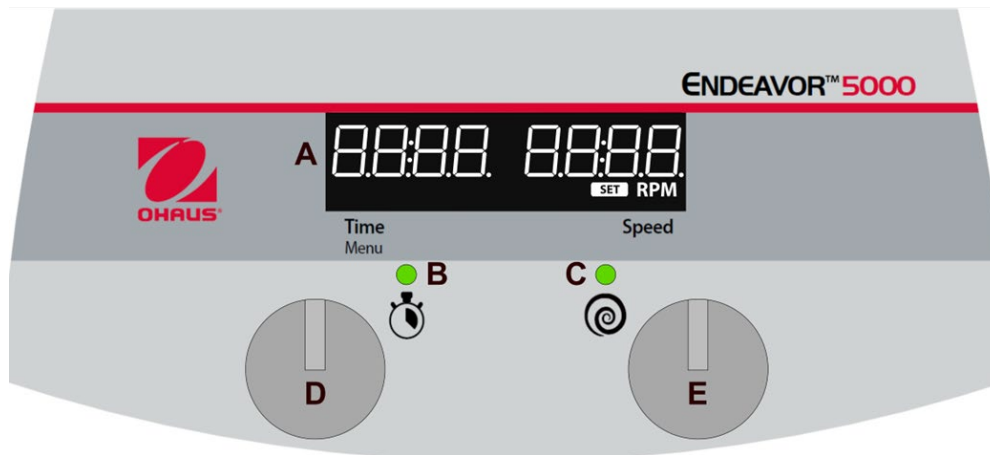

Figure 1 : Panneau de commande numérique Endeavor 5000
2. Lorsque la minuterie est réglée sur une durée comprise entre 00:01 et 99:59, elle effectue un compte à rebours à partir du réglage de temps défini lorsque la fonction d'agitation est activée. Le **voyant d'état de la minuterie (B)** est allumé pendant le compte à rebours.
- c. Une fois que la minuterie a atteint 00:00 en mode compte à rebours, les fonctions d'agitation s'arrêtent, l'appareil émet 1 bip et « **End** » apparaît à l'écran (A, Figure 1).
1. Tournez le **bouton de réglage du temps (D)**, Figure 1).
- c. Appuyez brièvement sur le **bouton de réglage du temps (D)** pour sélectionner les minutes.
- e. Tournez le **bouton de réglage du temps (D)** pour régler les heures.
- f. Appuyez brièvement sur le **bouton de réglage du temps (D)** pour confirmer les heures et le réglage de la minuterie.
1. Tournez le **bouton de réglage de la vitesse (E, Figure 1)** jusqu'au réglage souhaité.
1. Appuyez sur le **bouton de réglage de la vitesse (E)** et maintenez-le enfoncé jusqu'à ce que l'appareil émette un bip et que le **voyant d'état de fonctionnement (C, Figure 1)** s'allume.
- En mode Veille, appuyez sur le **bouton de réglage du temps (D)** et maintenez-le enfoncé jusqu'à ce que « MENU » s'affiche.
- Appuyez brièvement sur le **bouton de réglage du temps (D)** ou sur le **bouton de réglage de la vitesse (E)**.
- Pour sélectionner une condition de fonctionnement, appuyez sur le **bouton de réglage de la vitesse (E)** et maintenez-le enfoncé jusqu'à ce que l'appareil émette un bip et que le **voyant d'état de fonctionnement (C)**, Figure 1) s'allume.